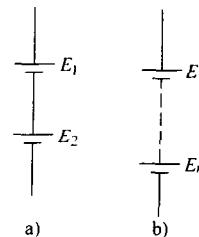

图 1-2 直流电源
1. 直流电源的串联 直流电源的串联如图 1-2 所示。 E_1 和 E_2 为两节电池的串联。电池串联后总电动势为各个电动势之和，即 $E = E_1 + E_2$ 。如果多个电池串联，则电路如图 1-2b 所示。如果是 4 个 1.5V 电池串联，则总电动势为 $1.5V \times 4 = 6V$ 。我们常见一些电子电器中将电池串联起来，提高电动势值，从而提高了电源的端电压值。